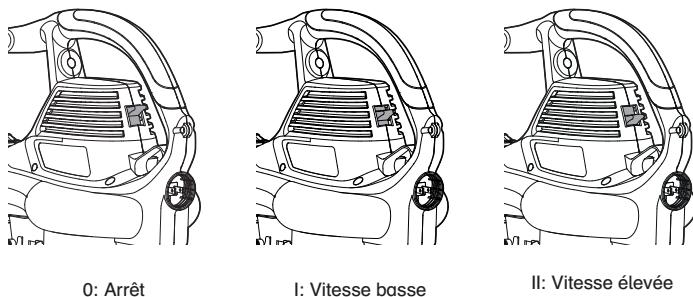

Fig. 8
- Pour arrêter la souffleuse, placez l'interrupteur d'alimentation en position 0 (arrêt). (Fig. 8)